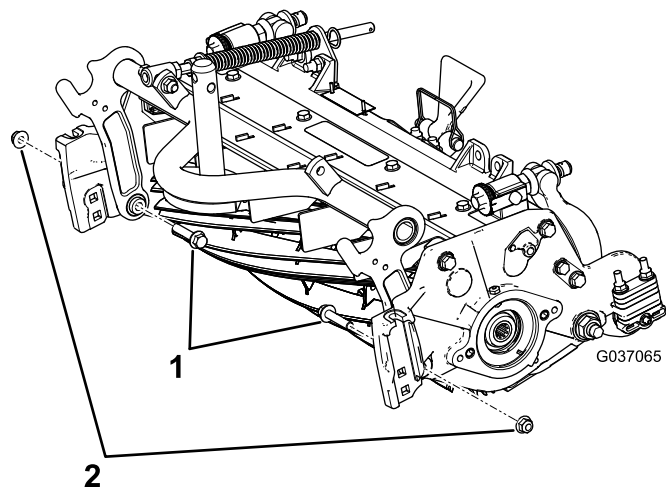

Рисунок 6
- B. Установите 2 имеющихся болта с фланцевыми головками с внутренней стороны режущего блока и закрепите их фланцевыми контргайками $\frac{3}{8}$ дюйма (Рисунок 6).